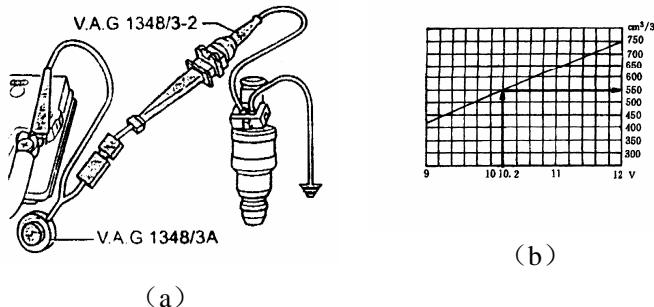

图 3-28 检查喷油器喷油量
(7) 拆下燃油分配管总成, 拔下燃油压力调节器的真空管, 将燃油分配管连同喷油器从进气歧管上拆下并支撑好。激活喷油器, 在燃油压力正常的前提下, 目测检查喷油器的密封性, 在燃油泵运转时, 仅允许每个喷油器 1 分钟滴漏 1~2 滴。否则更换新的密封圈或喷油器。
(8) 在燃油压力正常的前提下, 将喷油器插入喷油量的检查仪 V.A.G1602 的测试玻璃管中, 将喷油器连接好, 如图 3-28 (a) 所示。激活各缸喷油器, 用遥控器 V.A.G1348/3A 接通 30s。检查蓄电池电压与喷油量的变化是否符合规定 (图 3-28 (b)) 并比较各缸的喷油量差, 喷油量的允许值为 85~105ml/30s, 各缸喷油量差值应不超过 5ml/30s。如果喷油量不在给定范围内或各缸喷油量不平均, 更换损坏的喷油器。